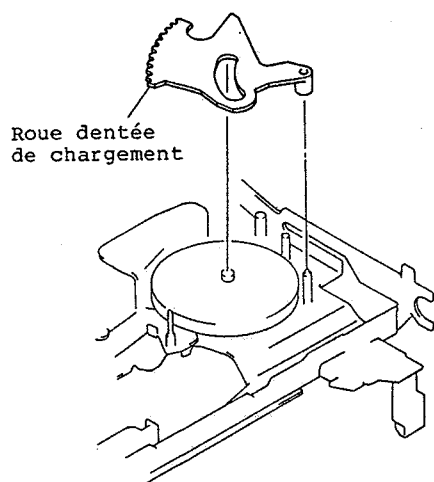

Fig. 2-88
1. Dégager la roue dentée de chargement du châssis. (Se reporter à la figure 2-88)